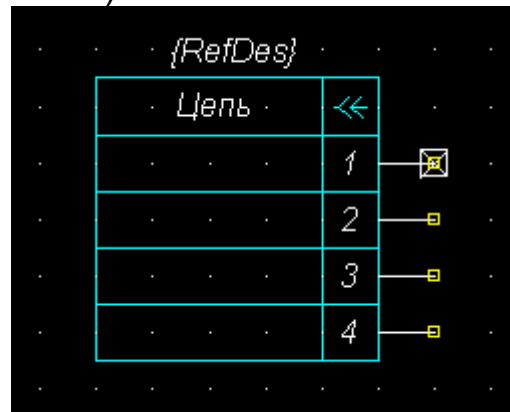

Рис. 29 Символ разъема
- 10.8 Создайте символ с четырьмя контактами и выводами справа (рис. 29).